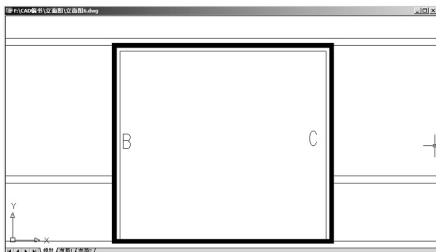

图 4.26 向下延伸 B、C 线至门洞口线处
(3) 用【延伸】命令将 B、C 线向下延伸至门洞口线处，结果如图 4.26 所示。这样就绘制出门框的上框和左、右边框。